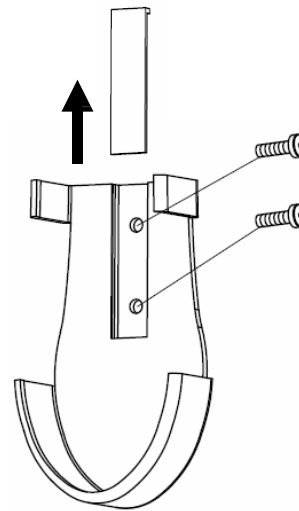

Fig. 11a
2. Rimuovere la copertura delle viti e installare il supporto alla parete usando le 2 viti, quindi reinstallare la copertura delle viti (Fig. 11a).